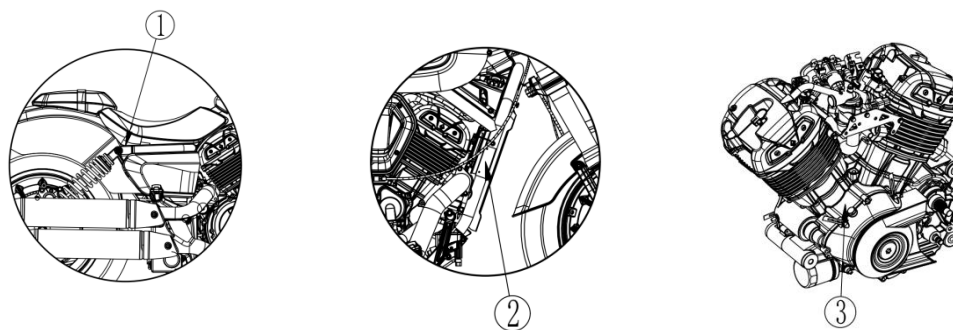

Рис.1
1.2. Расположение номера (Рис. 1)
①. Номер рамы мотоцикла (VIN): находится на раме под сидением пассажира.
②. Заводская табличка: находится на передней части рамы слева.
③. Номер двигателя: находится непосредственно над правой стороной кожуха двигателя.